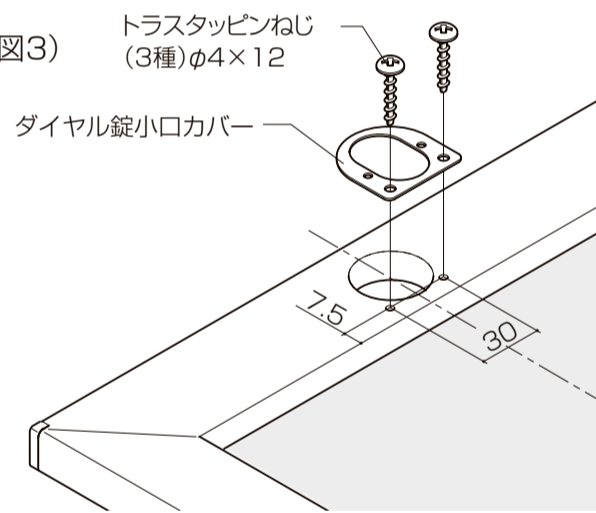

図3
- ③ダイヤル錠小口カバーをねじで固定してください。(図3)